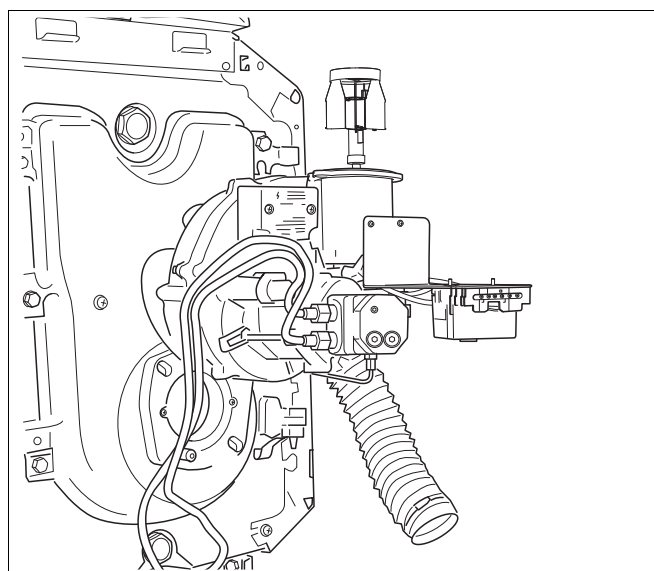

Рис. 25 Установка горелки в положение для обслуживания
- Установить горелку в положение для обслуживания (Рис. 25).